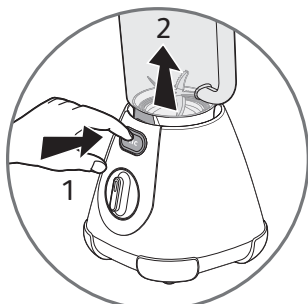

fig.4
Pour arrêter l'appareil, ramenez le sélecteur de vitesse (B) sur la position "0". Débranchez l'appareil. Déverrouillez le bol (D) du bloc moteur (A) en appuyant sur le bouton "clic" (C) puis soulevez le bol (fig. 4).
- Le moulin à fines herbes (E) vous permet de hacher en quelques secondes des ingrédients tels que : des oignons, de l'ail, de la viande (coupée en morceaux), des fruits secs, des herbes aromatiques (persil...), de réaliser de la chapelure (biscottes...).
Branchez l'appareil et tournez le sélecteur de vitesse **(B)** sur la position désirée ou donnez quelques impulsions vers "pulse". Maintenir l'accessoire pendant le fonctionnement. Pour arrêter l'appareil, ramenez le sélecteur de vitesse **(B)** sur la position "0". Débranchez l'appareil. Maintenir l'accessoire et libérez-le du bloc moteur en appuyant sur le bouton "**clac**" **(C)** du bloc moteur **(A)** **(fig4)**.